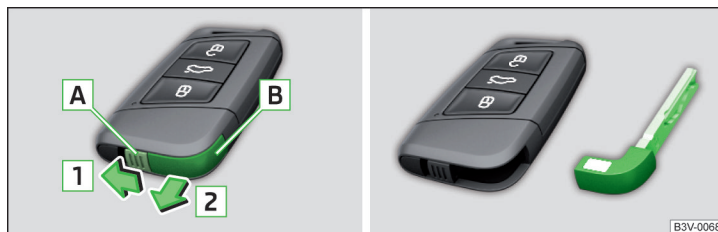

Abb. 357 Notschlüssel herausnehmen
- Die Rastnase **A** in Pfeilrichtung **1** entriegeln und den Notenschlüssel **B** in Pfeilrichtung **2** herausnehmen » Abb. 357.